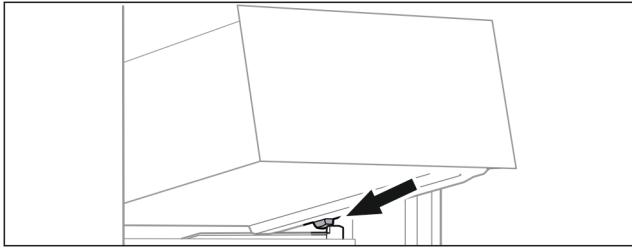

Fig. 58
- Schubfach schräg hinter den Stoppern auf Behälterterrippe aufsetzen. (siehe Fig. 58)